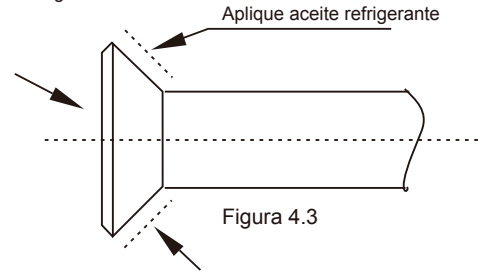

Figura 4.3
- Antes de instalar el tapón del casquillo en el casquillo de la tubería, aplique un poco de aceite refrigerante en el casquillo (tanto por dentro como por fuera) y, a continuación, gírelo tres o cuatro veces antes de apretar el tapón. Véase Figura 4.3.